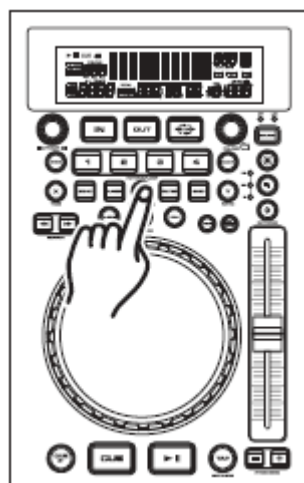

Figure 43
BOUTON PAUSE : Utilisez le **BOUTON PAUSE (18)** pour verrouiller les paramètres. Si le bouton Pause n'est pas activé, les changements effectués à vos paramètres ne seront que momentanés. Afin d'activer la fonction pause, pressez le **BOUTON PAUSE (18)** comme sur la figure 43. Quand la fonction pause est activée, le voyant du bouton Pause brille.